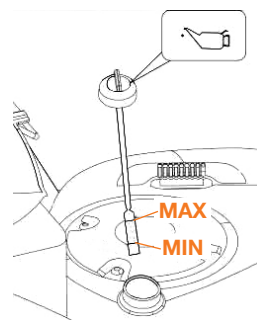

Рис. 19
- Для измерения уровня масла протрите и установите на место крышку/щуп, но не закручивайте его, затем извлеките щуп и проверьте уровень. Уровень считается нормальным если масло находится по верхней метке или чуть ниже. Установите на место крышку/щуп и надежно зафиксируйте её (Рис. 19).